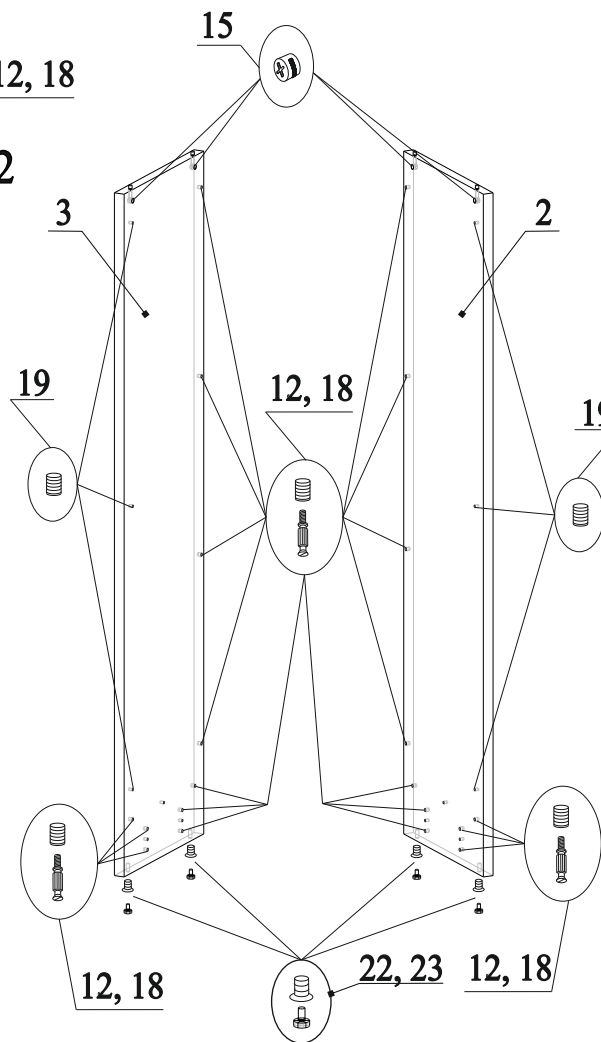

Рис.3
2. В отверстия на деталях 2 и 3 вбить муфты 19 (рис.3);
3. В отверстия на деталях 2 и 3 вбить муфты 18 и вкрутить в них дюбеля 12 (рис.3);
4. В отверстия на деталях 2 и 3 вставить эксцентрики 15 стрелками к торцевым отверстиям (рис.3);
5. В нижний торец деталей 2 и 3 закрутить футорку 22 и вкрутить в нее опору 23 (рис.3);